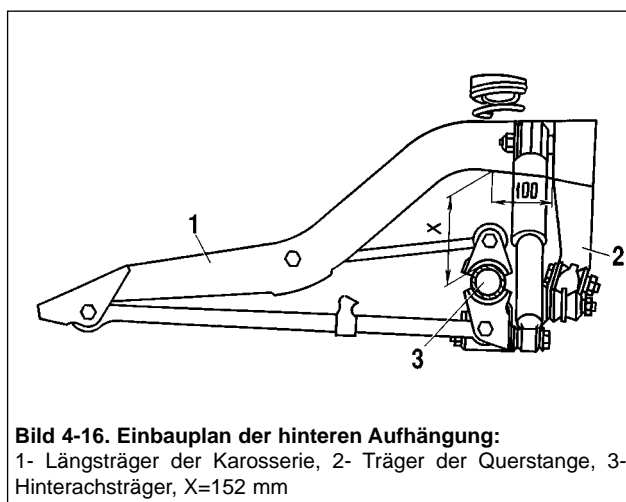

Bild 4-16. Einbauplan der hinteren Aufhängung:
- Das Fahrzeugheck so belasten, daß der X-Abstand von Achsträger bis Längsträger, gemessen 100 mm entfernt vom Halter der Querstange (Bild 4-16), 152 mm beträgt; Die Muttern an Befestigungsschrauben der Längs- und Querstangen sowie an Befestigungsbolzen der Stoßdämpfer zum Achsträger und zur Karosserie mit Kraftmeßschlüssel anziehen.